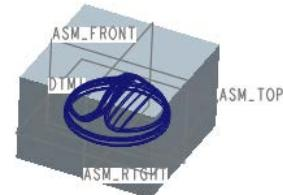

图 11.16 切出参考模型
Step3. 将模型调整到图 11.16 所示的视图方位。先将鼠标指针移至模型中的目标位置，即图 11.16 中的表面附近，右击，然后在系统弹出的快捷菜单中选择 **从列表中拾取** 命令。
Step4. 在系统弹出的对话框中选择 **MICRO-OVEN_SWITCH.PRT** 选项，此时图 11.16 中的参考模型会加亮。最后，在“从列表中拾取”对话框中单击 **确定(①)** 按钮。